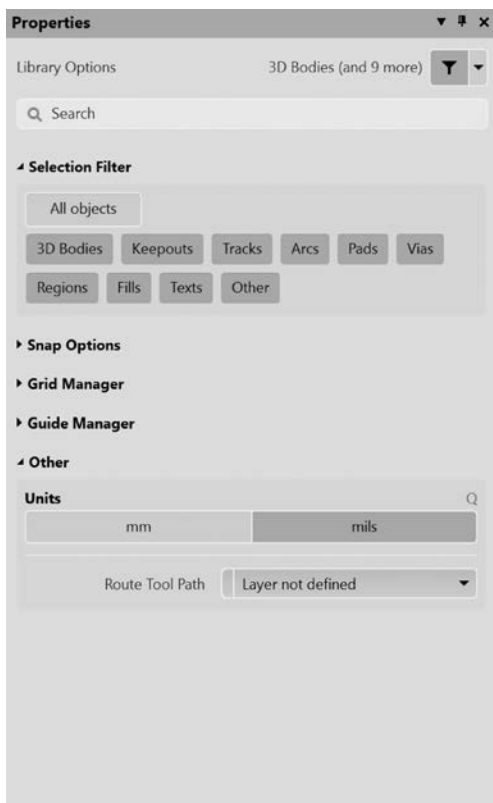

图 5-37 “Properties”面板
(2) 设置工作环境。单击左下角的“Panels”选择“Properties”面板，如图 5-37 所示，在面板中可以根据需要设置相应的参数。